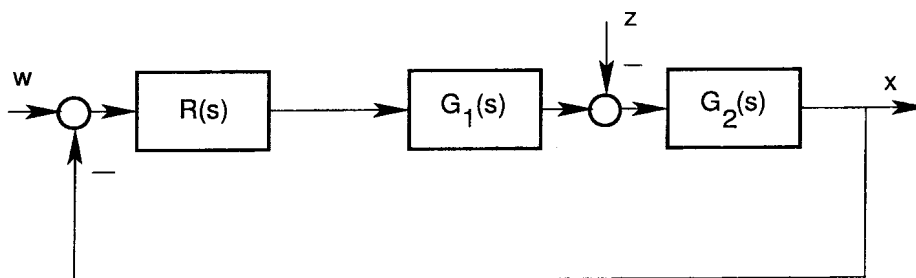

Abb. 3.1: Regelkreis
Gegeben sei ein Regelkreis mit der in der Abb. 3.1 gezeigten Struktur und folgenden Übertragungsfunktionen:
- (g) Wäre der Regelkreis **ohne Störgrößenaufschaltung** stationär genau bezüglich der Störgröße? Verwenden Sie hierfür die Struktur in Abb. 3.1.